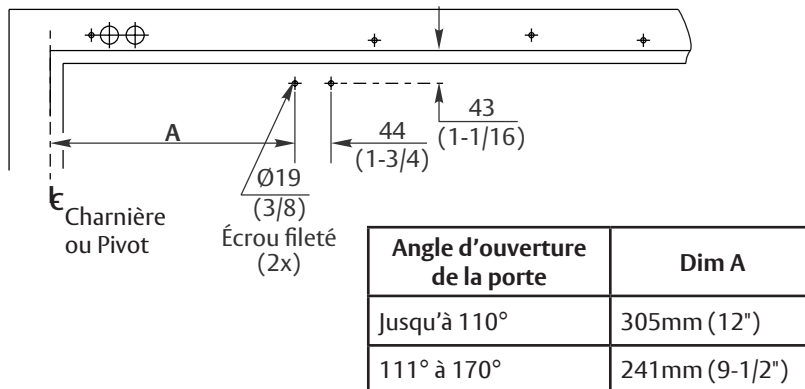

Figure 4 Ouverture à gauche illustré
1. À l'aide du gabarit à la page 15, localiser et préparer deux (2) trous de 9,5mm (3/8") dans la porte pour les écrous filetés. (Figure 4)